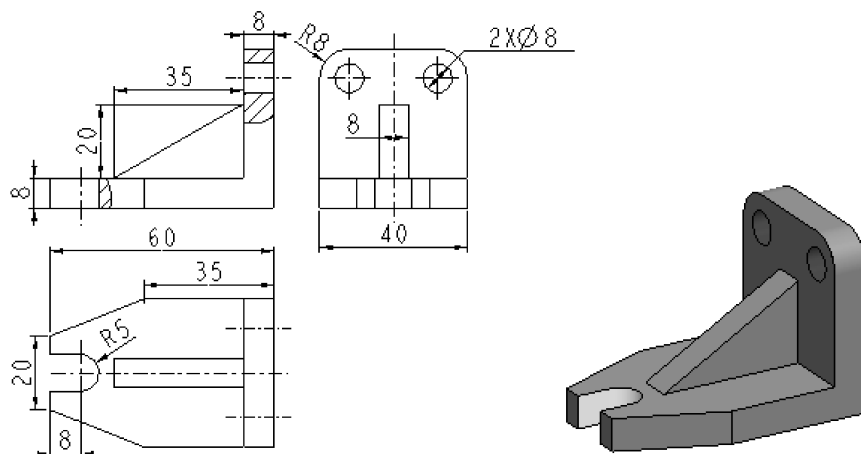

图 4-176 支架零件
- (4) 创建如图 4-176 所示的支架零件模型，文件名为“xiti4-2-4. prt”。